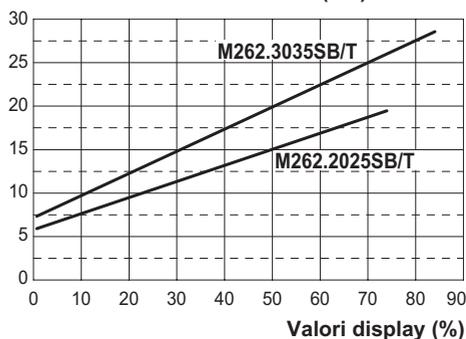
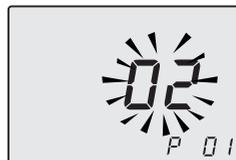
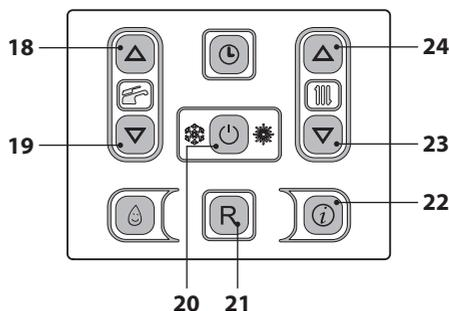

Figura 7.9
Figura 7.13
Figura 7.14
Il grafico in Figura 7.9 rappresenta come varia la potenza utile della caldaia in riscaldamento al variare del valore impostato nella scheda comando.
• Entrare in "modalità programmazione" premendo contemporaneamente per 10 secondi i tasti 20 - 23 - 24 (Figura 7.14) fino a far apparire sul display LCD le lettere **P01** e il valore del parametro, indicanti l'entrata nel "parametro 01" (Figura 7.13).
- Utilizzando i tasti 18 o 19 (Figura 7.14) è possibile modificare il valore del parametro 12 (riferirsi al grafico Figura 7.9 per determinare il valore corretto in funzione della potenza utile di riscaldamento).
- Premendo il tasto 20 (Figura 7.14) si ottiene la conferma del valore inserito.